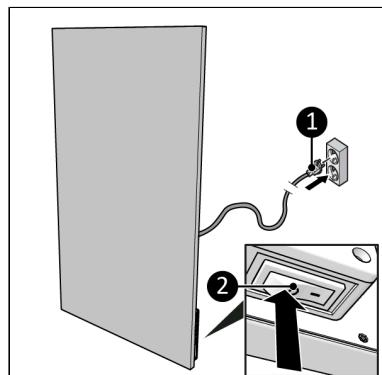

Figure 87.
2. Sørg for, at ON/OFF-kontakten er i OFF-position (Figure 87, pos. 2).
3. Sæt strømstikket (Figure 87, pos. 1) i en stikkontakt med jordforbindelse, der er let tilgængelig. Brug en jordet stikkontakt med en minimal effekt på 1000 watt.